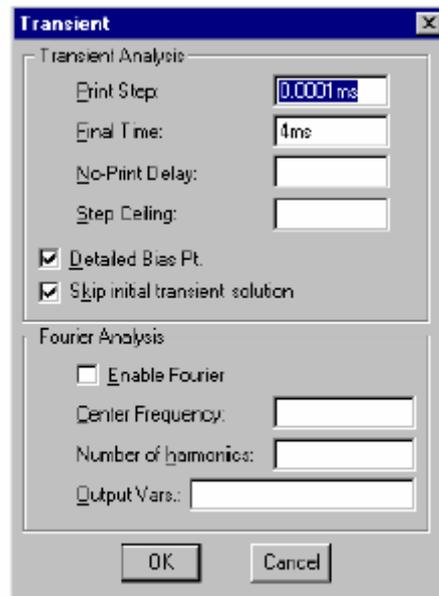
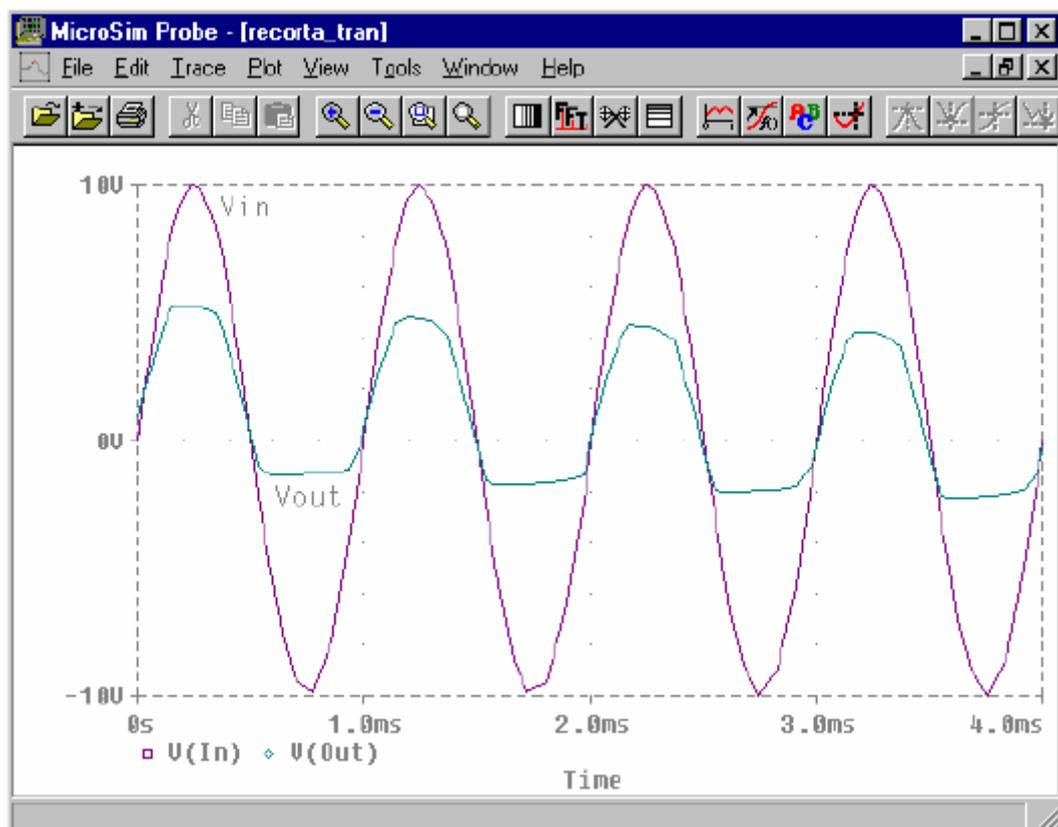
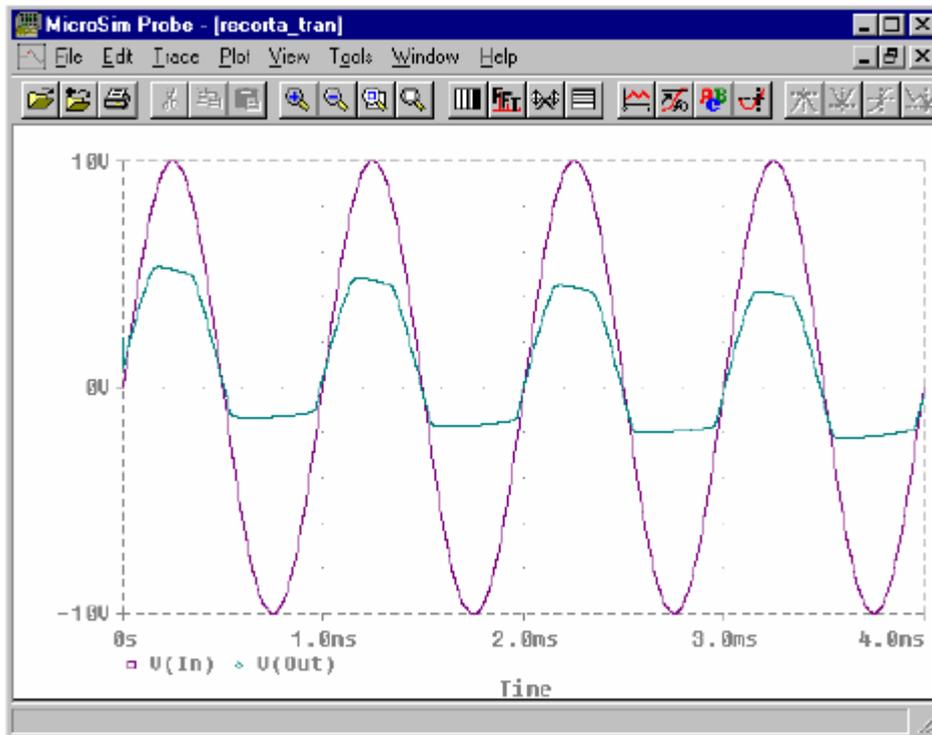

Figura 27
Figura 28
Figura 29
Para la selección de este tipo de análisis se realizarán los mismos pasos que los seguidos para la selección del tipo de análisis DC, salvo que en este caso se ha de seleccionar la opción **Transient...** en la ventana de selección de análisis (figura 16). Al pulsar sobre esta opción aparecerá la ventana de definición donde se pueden elegir el tiempo de comienzo y finalización de la simulación (figura 27). Para ello se ha de escribir en la
2. Simulación. Tras seleccionar la opción **simulate** del menú **Analysis** se eligen las variables que se desean observar en la pantalla gráfica (**Trace Add**), en este ejemplo se eligen las señales Vin y Vout. La respuesta transitoria del circuito será la mostrada en la figura 28.
Observando la figura 28 se puede apreciar que las señales no son redondeadas, sino que están formadas por líneas rectas uniendo diferentes puntos. Estos puntos son los que el simulador ha decidido tomar para representar esta gráfica en los 4 ms. Para modificar esta cantidad de puntos de la simulación se elige la opción *step ceiling* de la ventana mostrada en la figura 27, por ejemplo dar el valor de 1 μ s. Por el aumento del número de puntos se aumenta el tiempo invertido en la simulación así como la memoria requerida en el ordenador. De esta forma las señales representadas se suavizan como se muestra en la figura 29.